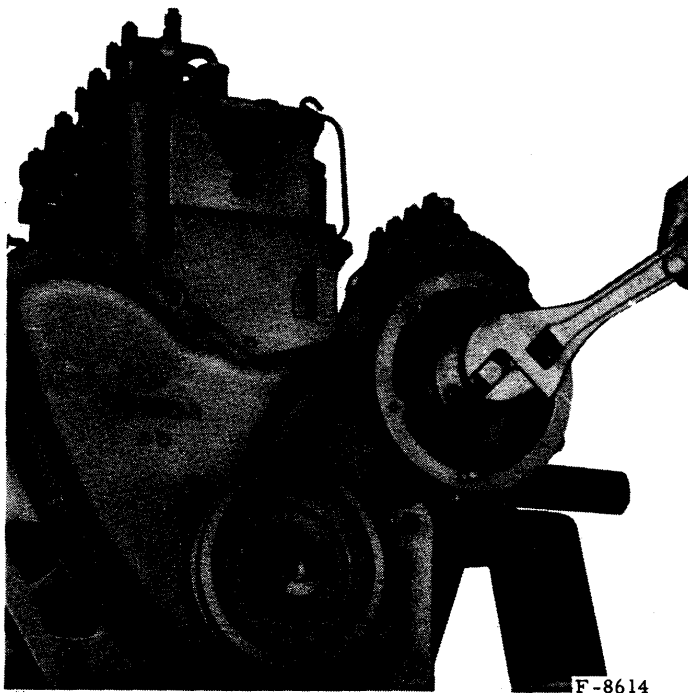

Fig. 3.- Emploi de l'arrache-moyeu pour décoller le moyeu d'accouplement de la pompe d'injection
- Décollez le moyeu de son axe à l'aide de l'arrache moyeu spécial (fig. 3).
- Dévissez les 3 vis fixant la bride d'accouplement puis décollez la bride et le pignon à l'aide de l'arrache-moyeu spécial (fig. 3) et enlevez-les.